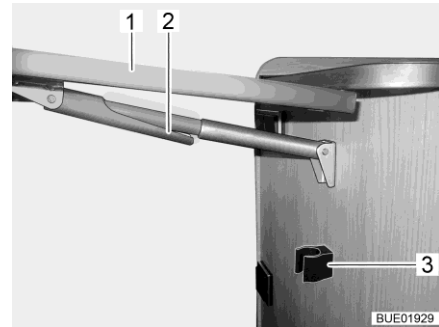

Bild 51 Fälla in klappbord till köksbänk
- Ta tag i klappbordet till köksbänk (Bild 51,1) yttre del och lyft det lätt uppåt. Med den andra handen svänger du fixeringen (Bild 51,2) vid teleskopfästet nedåt.
- Fäll bordsskivan nedåt tills teleskopfästet hakar fast i fästet (Bild 51,3).